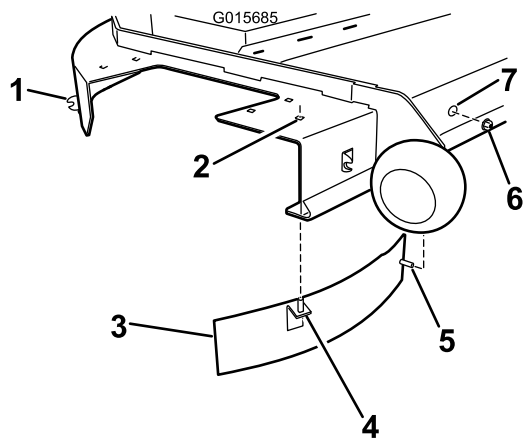

Figura 6
4. Instale un deflector en la carcasa de corte (Figura 6). **Para carcasas de 48 pulgadas (121,92 cm), utilice un deflector recto. Para carcasas de 54 pulgadas (137,16 cm), utilice un deflector curvo.** Alinee la clavija vertical del deflector dentro de la carcasa de corte. Gire el deflector curvo hasta que la clavija horizontal quede alineada con el taladro del tabique delantero de la carcasa de corte. Sujételo al tabique delantero de la carcasa de corte usando una contratuercas.